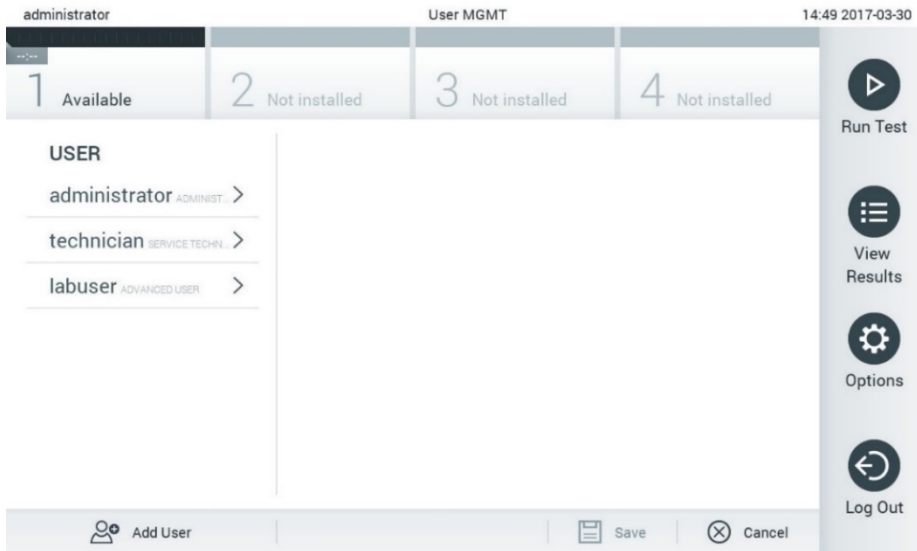

Рис. 59. Екран User Management (Керування користувачами).
1. Натисніть кнопку **Options** (Параметри), а потім **User Management** (Керування користувачами), щоб налаштувати користувачів. Екран **User Management** (Керування користувачами) з'являється в області вмісту дисплея (рис. 59).